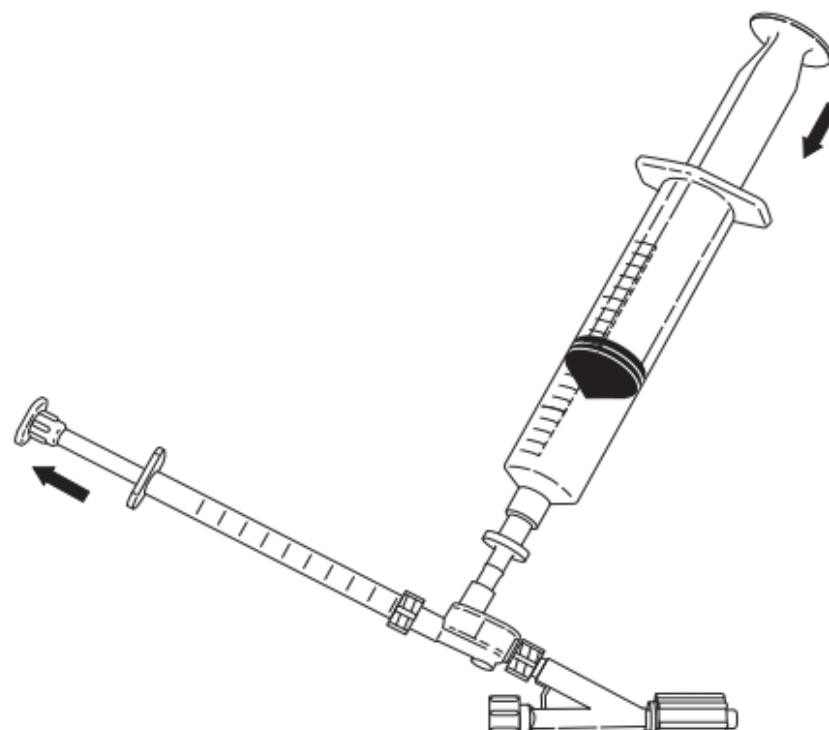

Fig. 4
6. Raccorder la seringue de 1 ml à l'orifice d'injection et aspirer 0,5 ml de sérum physiologique. Débrancher la seringue de 1 ml et en évacuer toutes les bulles d'air. Avant de rebrancher la seringue de 1 ml, appuyer légèrement sur la seringue de 20 ml pour amorcer l'orifice d'injection en y laissant un ménisque de sérum. Rebrancher la seringue de 1 ml sur l'orifice d'injection. (**Fig. 4**)